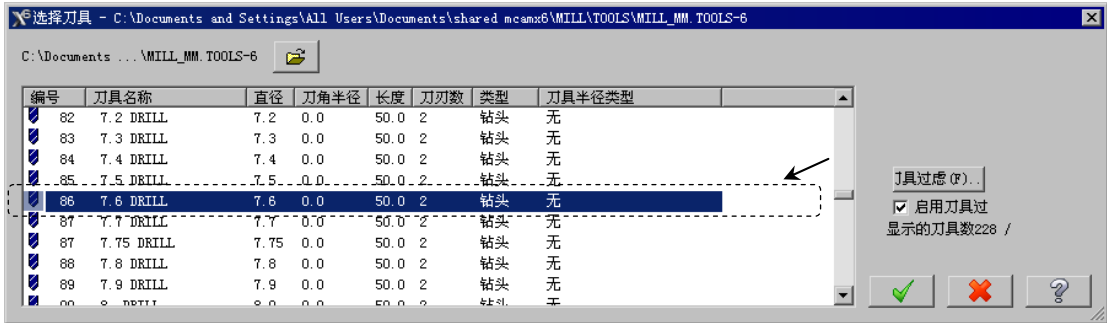

图 20.22 “选择刀具”对话框
Step3. 选择刀具。在“2D 刀具路径 – 钻孔/全圆铣削 深孔钻-无啄孔”对话框中，单击从刀具库中选择...按钮，在该对话框的列表框中选择图 20.22 所示的刀具。单击 按钮，关闭“选择刀具”对话框，系统返回至“2D 刀具路径-外形铣削”对话框。